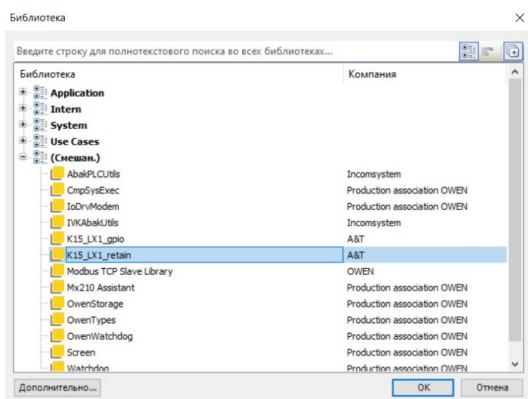

Рис. 21 Подключение библиотеки в проект.
3. Чтобы подключить библиотеку, в дереве проекта дважды Пользователю требуется нажать на объект "Менеджер библиотек"; в открывшемся окне нажать "Добавить библиотеку" и выбрать нужную библиотеку из репозитория (Рис.21).